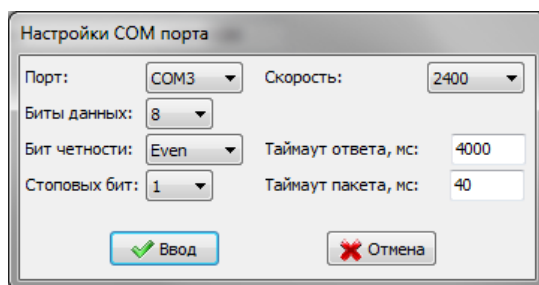

Рисунок 8 – Настройка параметров порта
3.2.5 Настройка параметров последовательного порта оптического интерфейса или USB производится в окне «Настройки COM порта (рисунок 8).
3.2.6 В этом окне (рисунок 8) устанавливаются параметры: